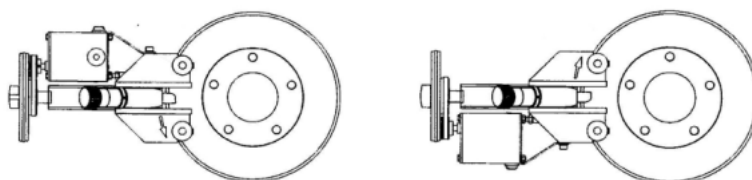

Рисунок 20
2. При необходимости переверните блок проточки вверх ногами (рис.20).